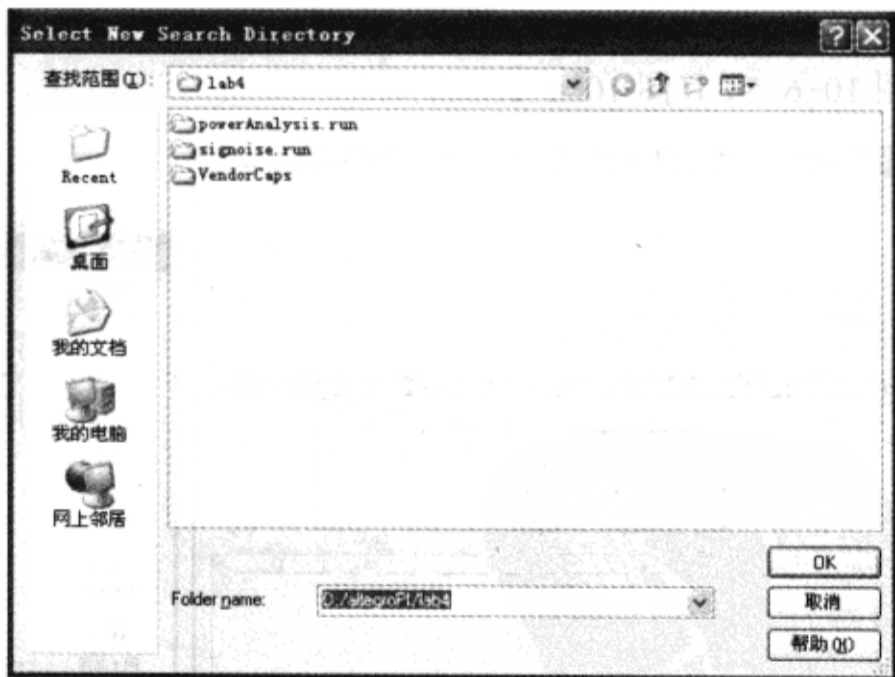

图 10-6-49 “Set Model Search Path”对话框 图 10-6-50 “Select New Search Directory”对话框
(4) 单击“Set Search Path”按钮，弹出“Set Model Search Path”对话框，如图 10-6-49 所示。